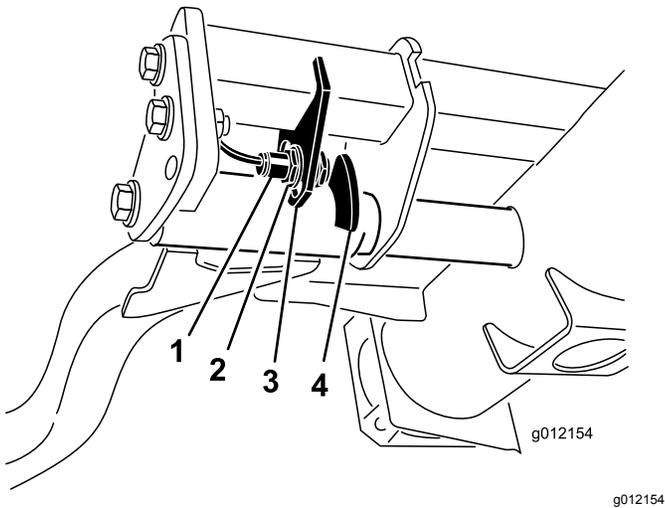

图32
2. 提升臂位于右前方提升臂图32后面的液压油箱下。
3. 拧松开关安装螺钉并向下移动开关可增大提升臂的转向高度向上移动开关可减小提升臂的转向高度图32。